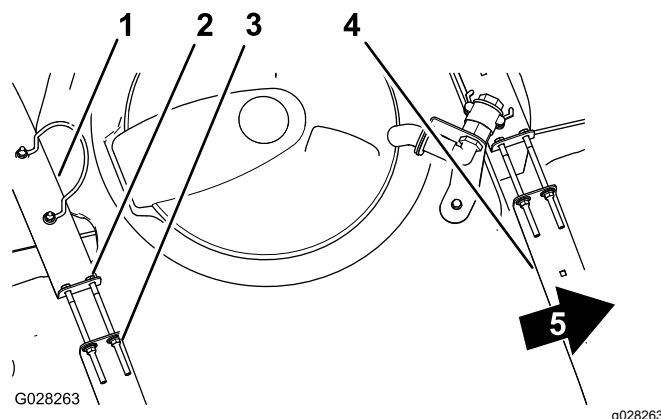

Figure 28
- Assurez-vous qu'il n'y a pas de jeu entre les sangles de la cuve et la cuve (Figure 28).
- Si les sangles de la cuve ne sont pas assez serrées, resserrez les contre-écrous à embase et les boulons en haut des sangles jusqu'à ce que ces dernières soient parfaitement en appui sur la surface de la cuve (Figure 28).